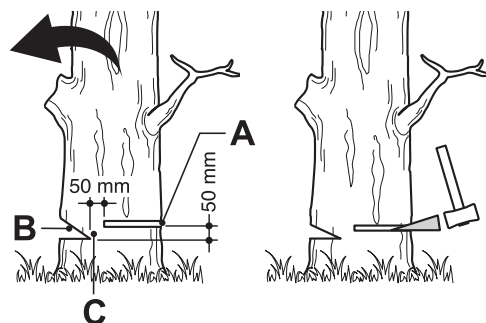

Fig. 36
Haga la marca (Fig. 36 B) 1/3 del diámetro del árbol, perpendicular a la dirección de la caída (Fig. 36). Realice primero el corte de la muesca horizontal inferior. Esto ayudará a evitar pellizcar la cadena de la sierra o la barra guía cuando se realice la segunda marca.
- > Realice el corte de tala (Fig. 36) como mínimo 50 mm más alto que el corte de muesca horizontal (Fig. 36). Mantenga el corte de tala posterior paralelo al corte horizontal. Haga el corte de la tala hacia atrás de manera que quede suficiente madera para actuar como bisagra. La "bisagra" de madera (Fig. 36, C) impide que el árbol se tuerza y caiga en la dirección equivocada. No corte a través de la bisagra.